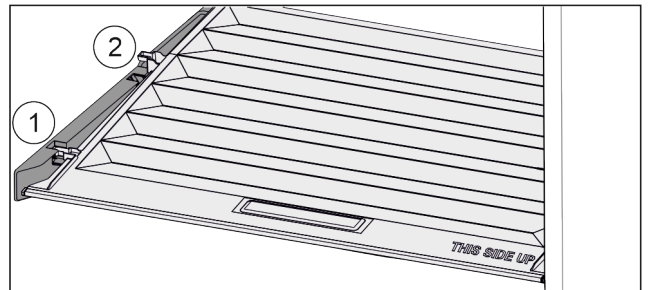

Fig. 107
- ▶ Deslice la tapa hacia delante hasta la abertura de las piezas de sujeción Fig. 107 (1).
- ▶ Levántela por detrás desde abajo y retírela tirando hacia arriba Fig. 107 (2).